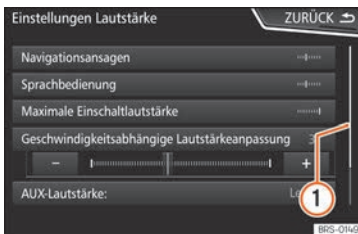

Abb. 145 Listeneinträge eines Einstellungs-menüs.
Auf der rechten Seite befindet sich die Scroll-Leiste, deren Größe von der Anzahl der Listeneinträge abhängt » Abb. 145 ①.